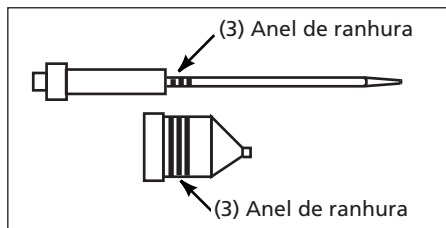

Figura 3 - Kit de agulha e bocal de material para todos os fins
3. A agulha e o bocal de material versátil têm três anéis ranhurados como mostrado na Figura 3.